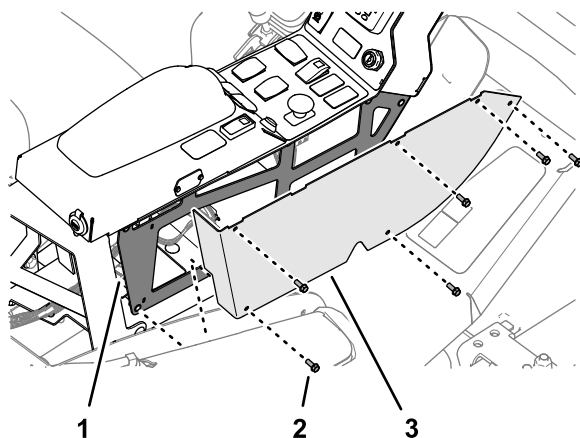

Figura 2
1. En el lado exterior de la consola de control, retire los 5 tornillos con arandela prensada que sujetan la tapa derecha de la consola (Figura 2).